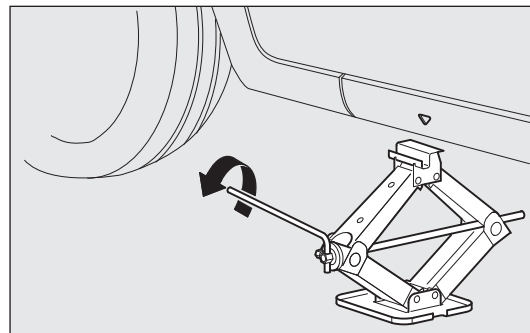
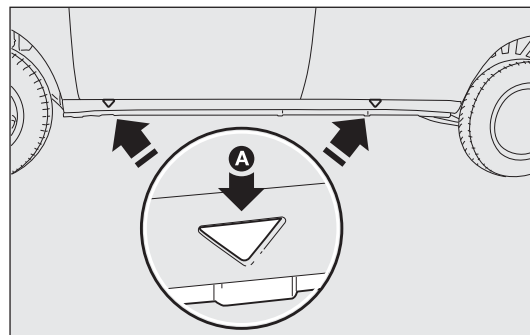

рис. 135
рис. 136
- ❑ воздействовать на домкрат с помощью ручки (извлечь ручку из зажима и отверстия на гайке) таким образом, чтобы частично его открыть, рис. 135, затем расположить его под автомобилем под точками А-рис. 136 рядом с заменяемым колесом;